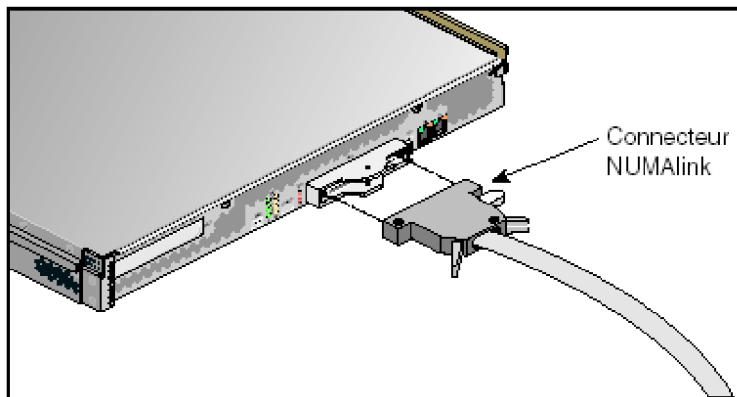

Figure 1-6
2. Si vous connectez l'enceinte de base à un autre module de l'Altix 330 ou à un autre module optionnel, raccordez le câble NUMAlink-4 à l'arrière, comme il est indiqué à la figure 1-6, autrement, passez à l'étape suivante.